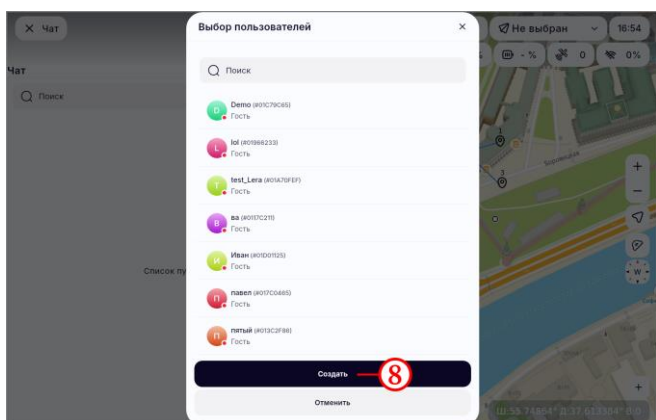

Рисунок 93
- повторно нажать на кнопку «Создать» (рисунок 93, шаг 8);